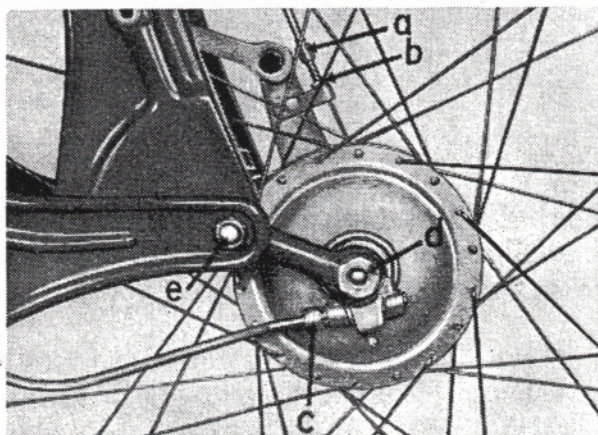

Abb. 70 Vorderrad eingebaut
1. Antriebswelle „c“ Abb. 70, für Tachometer am Nabenantrieb abschrauben.
5. Der Einbau erfolgt sinngemäß in umgekehrter Reihenfolge des Ausbaues. Dabei darauf achten, daß der Nabenantrieb, wie aus Abb. 70 ersichtlich, etwa waagrecht steht und die Mitnehmerlaschen in die Nuten der Nabe einrasten.